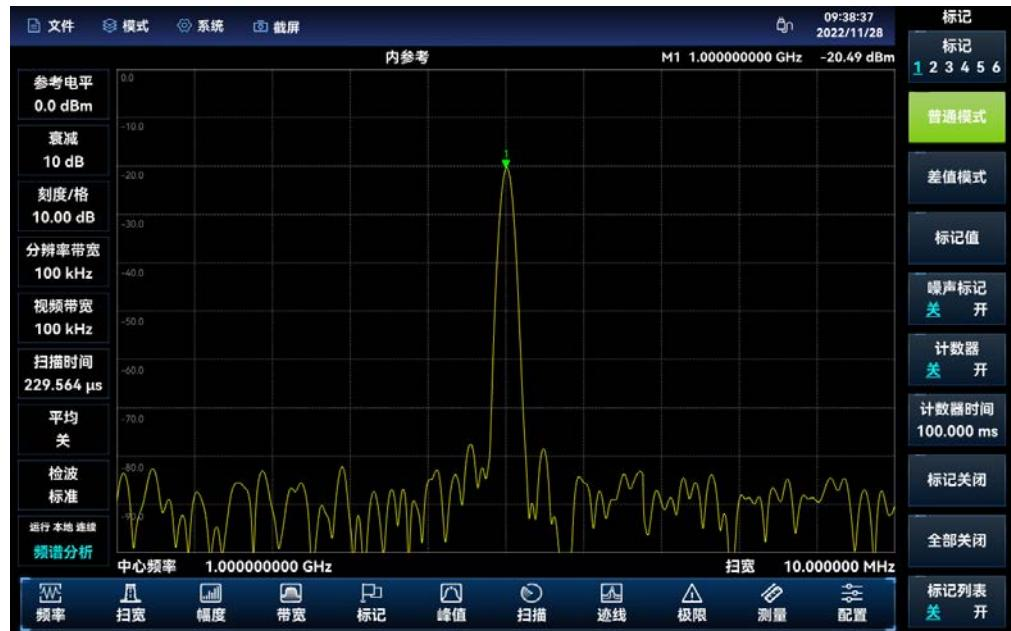

图 3.3 激活标记
- 按【标记】 , 该操作激活普通标记并显示在水平坐标的中央位置 (由标记可读出频率和幅度值并显示在顶部信息显示区。此时标记读数频率为 1GHz, 幅度约为-20dBm, 如图 3.3 所示。